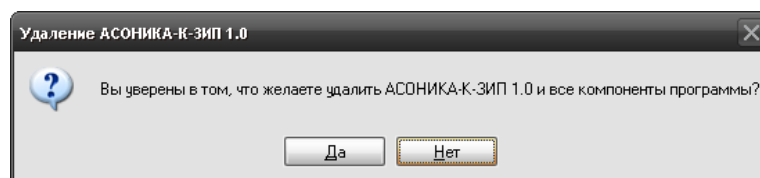

Рис. 3.11. Удаление Системы. Окно подтверждения удаления
- В появившемся окне (см. рис. 3.11) нажмите кнопку «Да».